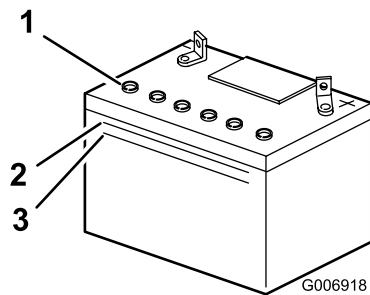

Figura 36
2. Guardate il fianco della batteria. L'elettrolito deve raggiungere la linea superiore (Figura 36).
Nota: non lasciate scendere l'elettrolito sotto la linea inferiore (Figura 36).
2. Togliete i tappi di riempimento (Figura 36).
3. Versate lentamente dell'acqua distillata in ogni elemento della batteria, finché non raggiunge la parte inferiore del tubo (Figura 36).